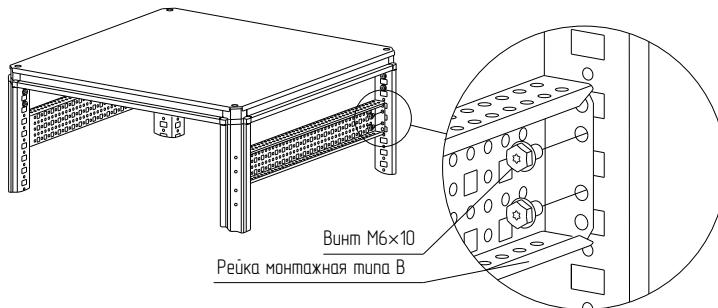

Рисунок 13
4.5.3.1 Установите рейку монтажную тип «В» между стоек 1 профиля на нужной высоте и закрепите винтами M6×10 (Рисунок 13). Момент затяжки – 7 Н·м. Винты приобретаются отдельно.